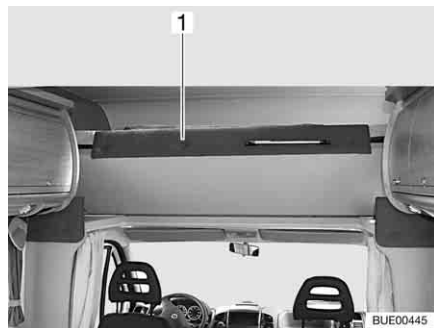

Fig. 84 Lit de capucine, rabattu vers le haut
- Rabattre vers le haut le lit de capucine (Fig. 84,1). Le lit de capucine est maintenu en position verticale par des ressorts à pression de gaz.